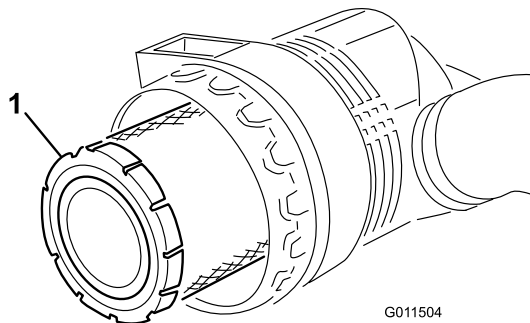

Figura 27
3. Retire y cambie el filtro (Figura 27).